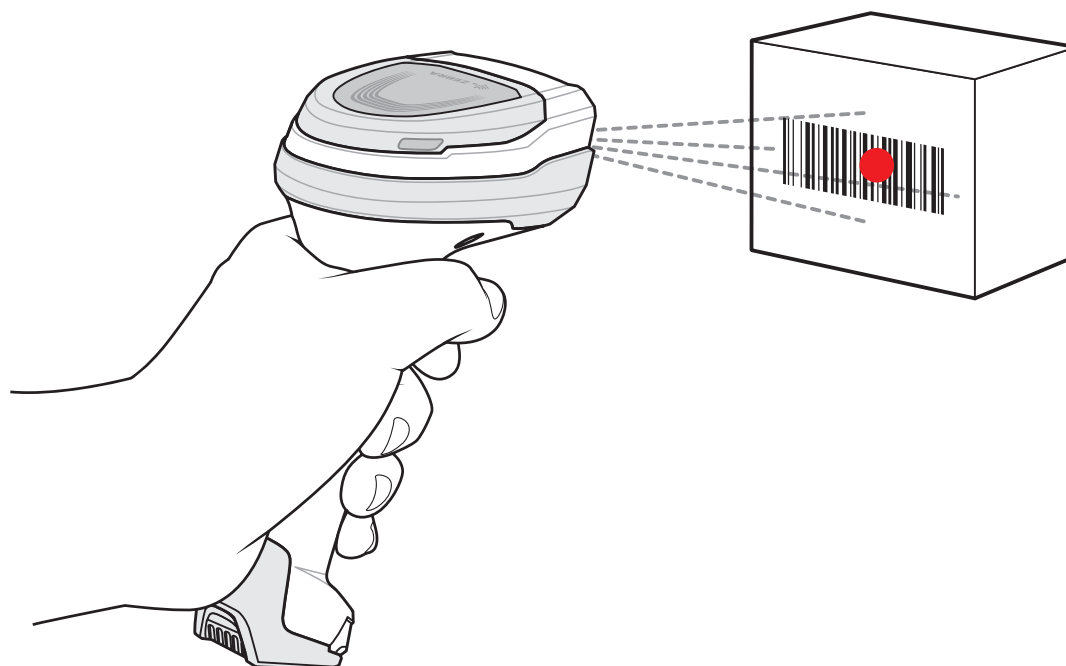
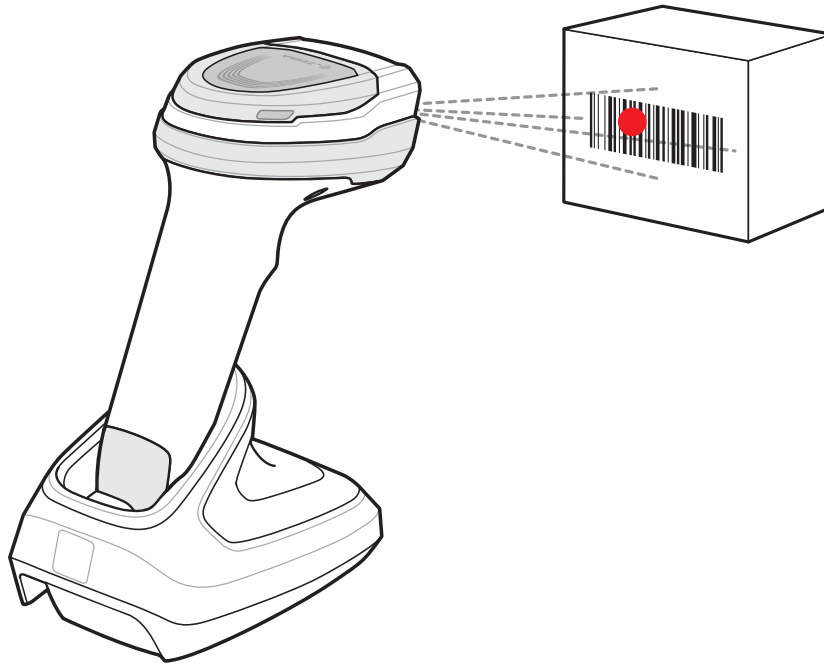

図 3-1 ハンドヘルド モードでのスキャン
図 3-2 ハンズフリー モードでのスキャン
- ✓ 注 標準のデジタル スキャナは照準ドット付きの赤色照明を照射します (図 3-1 と図 3-2 の画像を参照)。医療向け構成は、緑色の照準ドット付きの白色照明を照射します。